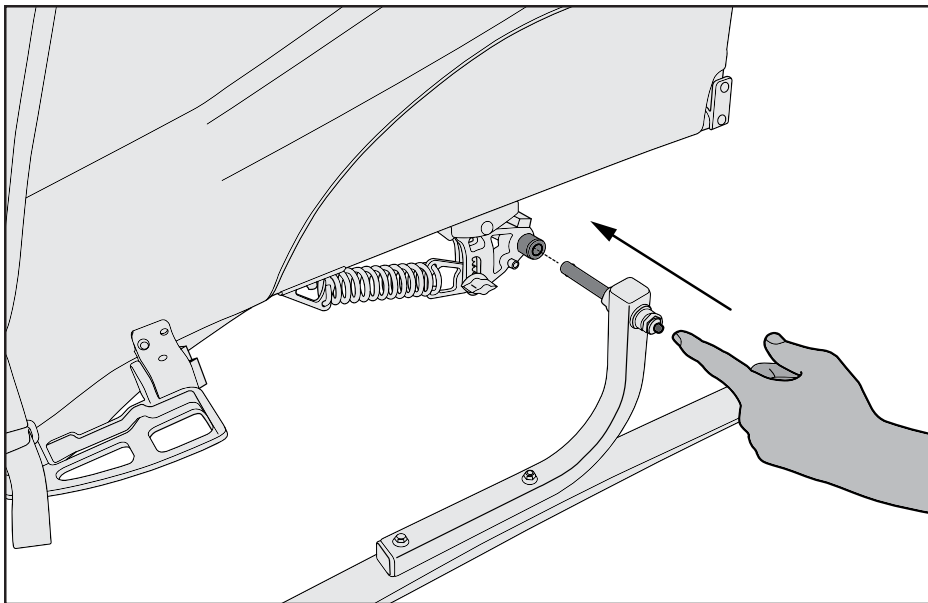

Abbildung 1
2. Für Anhänger mit Drucktastenachsen: Drücken Sie die Taste außen an der Skiachse und schieben Sie die Skiachse auf die Anhängerrachse (Abbildung 1). Ziehen Sie den Ski fest nach außen, um sich zu vergewissern, dass die Achse voll eingerastet ist. Wiederholen Sie diese Schritte auf der anderen Seite.